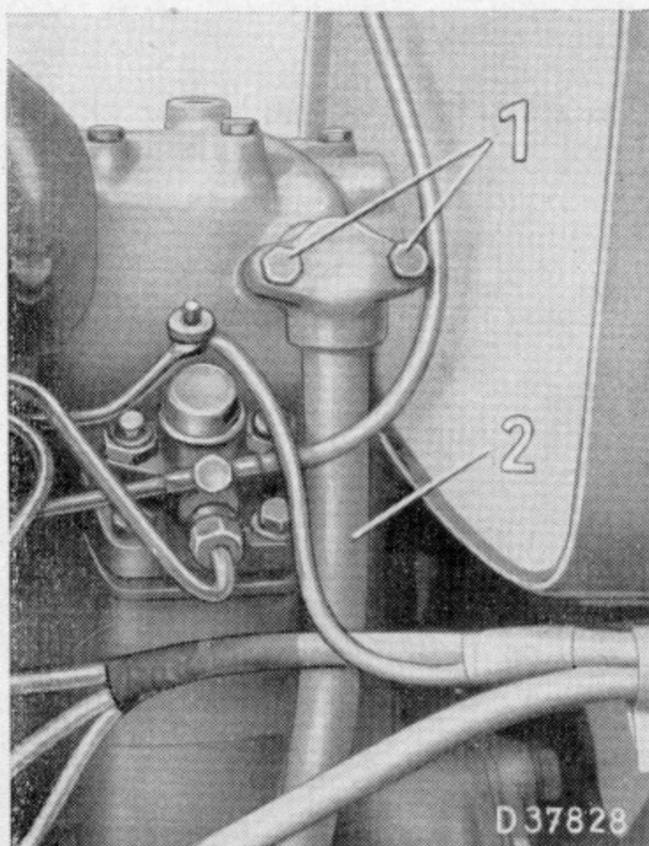

Bild 199. Entlüftungsrohr
**Alle 600 Betriebsstunden** Entlüftungsrohr des Motors reinigen: Zwei Kopfschrauben 1 (Bild 199) herausschrauben, Entlüftungsrohr 2 abnehmen, in Kraftstoff auswaschen und trocken wieder mit Dichtung anschrauben.